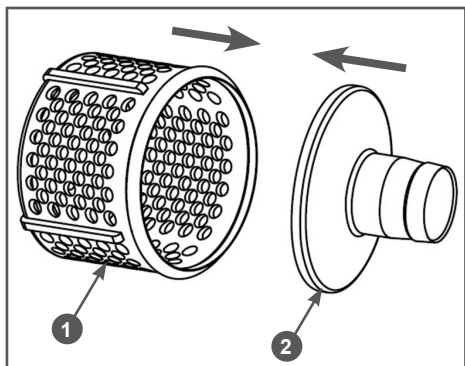

Рис. 11. Сборка всасывающего фильтра
4. Соедините корпус 1 всасывающего фильтра и крышку 2 с патрубком (Рис. 11). Убедитесь, что крышка 2 всасывающего фильтра полностью защёлкнулась на ободке корпуса 1 (Рис. 11).